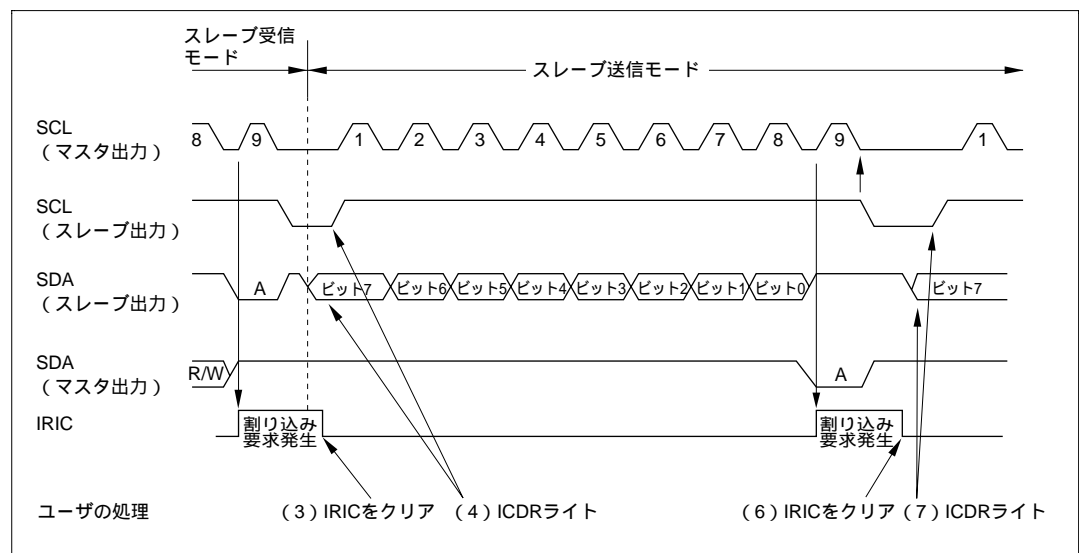

図 13.8 スレーブ送信モード動作タイミング (MLS = WAIT = ACK = 0 のとき)
- (1) ICMR の MLS、WAIT および ICCR の MST、TRS、ACK、CKS2 ~ CKS0 を動作モードに合わせて設定します。また、ICCR の ICE を 1 にセットします。
- (2) 開始条件を検出後の第 1 バイトでスレーブアドレスが一致したとき、9 クロック目でスレーブデバイスは SDA を Low レベルにし、アクノリッジを返します。同時に ICSR の IRIC が 1 にセットされ、割り込みを発生します。また、8 ビット目のデータ ($R\bar{W}$) が 1 のとき ICCR の TRS が 1 にセットされ、自動的にスレーブ送信モードに変化します。スレーブデバイスは、送信クロックの立ち下がりから ICDR にデータをライトするまで、SCL を Low レベルにします。
- (3) ソフトウェアで ICSR の IRIC を 0 にクリアします。
- (4) ICDR にデータをライトします。スレーブデバイスは、図 13.8 で示すタイミングで、マスタデバイスが出力するクロックに従い、ICDR にライトされたデータを順次送出します。
- (5) 1バイトのデータ送信が終了し、送信クロックの9クロック目の立ち上がりで、ICSRのIRICが1にセットされます。このとき、ICCRのIEICが1にセットされていると、CPUに対し割り込み要求を発生します。またこのスレーブデバイスは、送信クロックの立ち下がりからICDRにデータライトするまで、SCLをLowレベルにします。マスターデバイスは9クロック目にSDAをLowレベルにし、アクノリッジを返します。このアクノリッジはICSRのACKBに格納されるので、転送動作が正常に行われたかどうか確認することができます。
- (6) ソフトウェアでICSRのIRICを0にクリアします。
- (7) 送信を続ける場合は次に送信するデータをICDRにライトします。